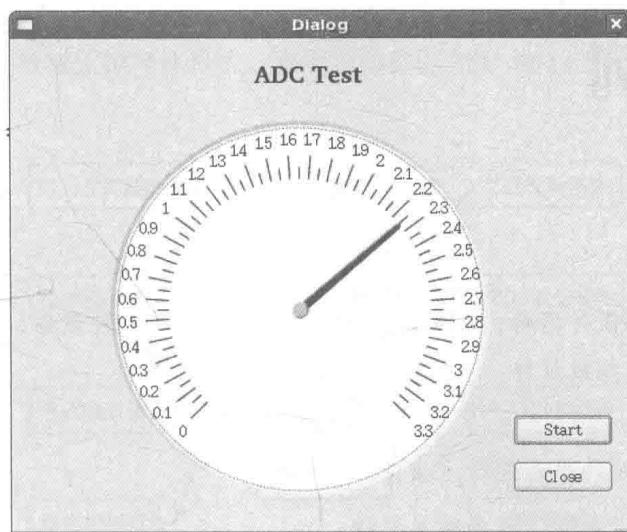

图 13-23 模拟量采集示例执行结果示意图
(4) 在 Qt Creator 中设置编译器环境为 ARM 环境，编译结束，下载至目标板后执行结果如图 13-23 所示。